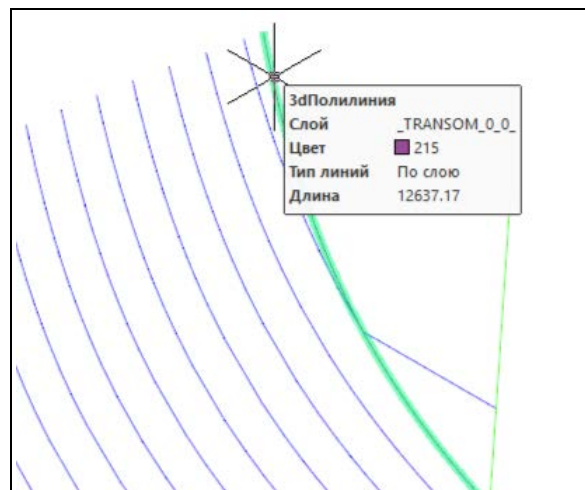

Рис. 25. Линия транца
В файле 8000names.dwg установите одноэкрannую конфигурацию с изометрическим видом ТЗ (**MODEL > ПРОЕКЦИИ (Конфигурации ВЭ) > ТочкаЗрения (TZ)**). В корме имеется трехмерная полилиния, являющаяся границей транца. Если подвести к ней курсор, то naпoCAD покажет имя ее слоя и другие свойства (рис. 25).